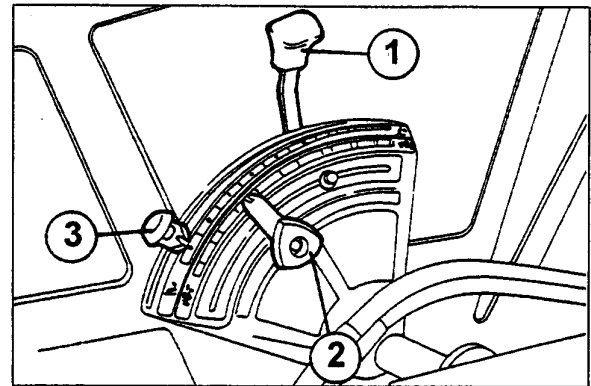

Fig. 4-38
Fig. 4-38. La elección del funcionamiento se efectúa con el uso combinado de la palanca de mando brazos de elevación (1) y la palanca (2) de selección esfuerzo controlado, posición controlada o control mixto «Intermix».
Uso de los mandos (Fig. 4-38)
Llevando el pomo de selección (2 - Fig. 4-38) completamente hacia adelante el elevador trabaja con el control de esfuerzo puro y llevandola completamente hacia atrás trabaja con el control de posición puro; colocando la palanca en posiciones intermedias, el elevador trabaja en **Intermix**, es decir en condiciones mixtas de control de esfuerzo y de posición.
En este caso, los brazos del elevador tienen libertad para oscilar y el elevador sirve solo para bajar o alzar el apero al inicio y al final de la pasada (Fig. 4-38) El empleo flotante del elevador se logra llevando la palanca de selección (2) toda hacia atrás en posición controlada y la palanca de mando brazos (1) toda hacia adelante. Para bajar y alzar el apero operar solamente con la palanca de mando (1).